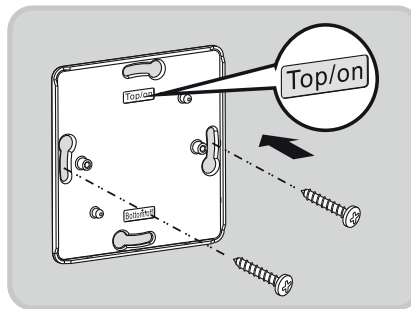

Fig. 5
- på vegg med skruer (se fig.5 og punkt 2.2.2)